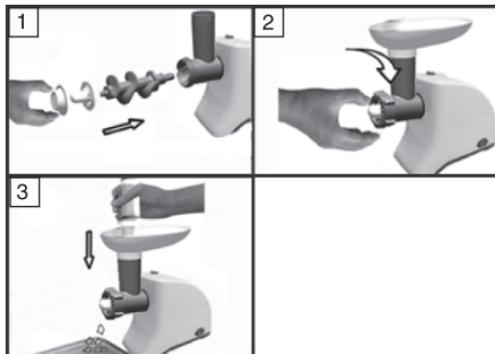

Рис.4
- Установите насадку «куббе» (14) как изображено на рисунке 4.
- Насадка «куббе» устанавливается на шнековый вал без ножевой решетки и ножа (см. рис. 4). Насадка «куббе» используется для приготовления полых мяс-